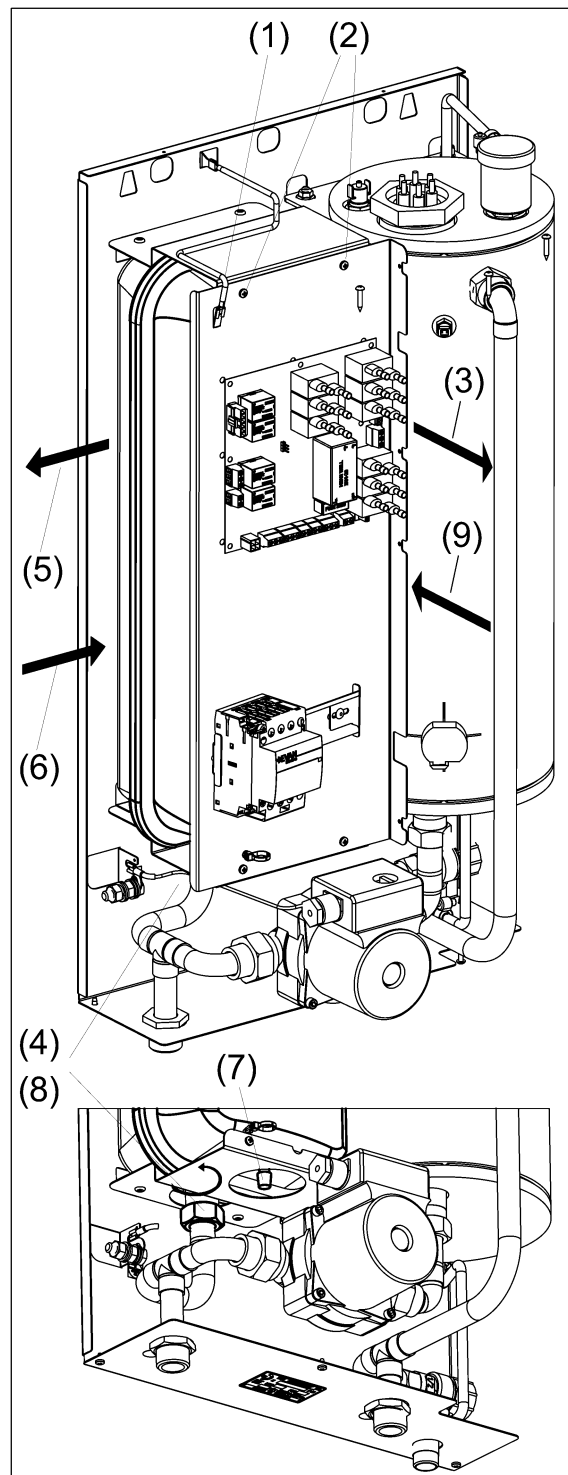

Рисунок 16. Замена расширительного бака
- (1) Отсоедините провод заземления от силовой панели (см. рис. 16).
- (2) Открутите винты фиксирующие панель силовую.
- (3) Аккуратно уберите силовую панель в сторону.
- (4) Открутите гайку, соединяющую бак и трубопровод подачи теплоносителя.
- (5) Извлеките бак из корпуса прибора.